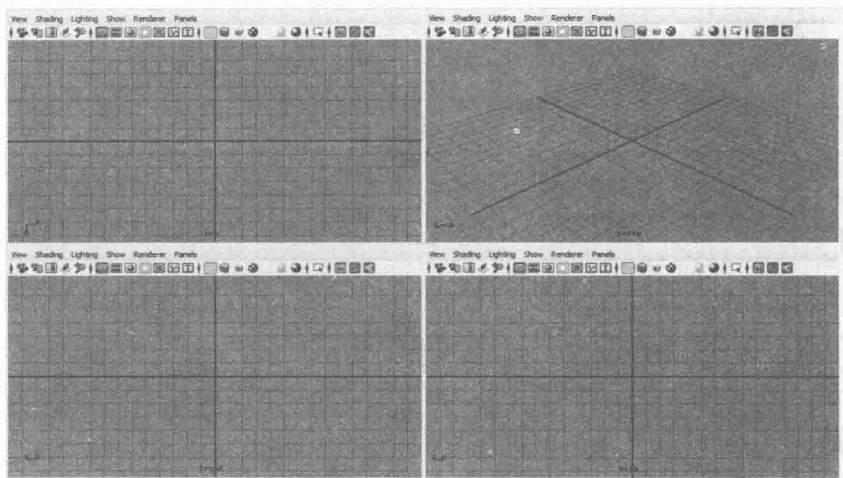

图 1-4
1) 首先切换视窗。Maya 2013 默认打开的是 persp (透视图) 视窗, 可按<Space>键将视窗切换到四视图视窗模式, 如图 1-4 所示。